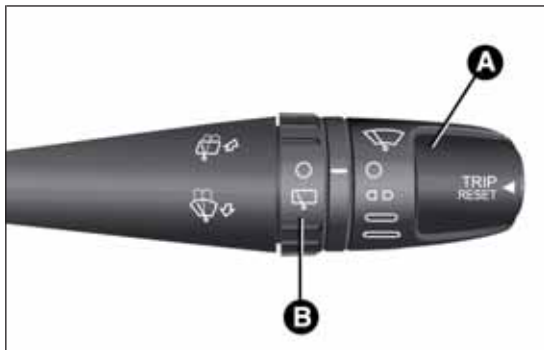

fig. 217
- ☐ ruotare la ghiera A fig. 217 in posizione O (tergicristallo fermo);